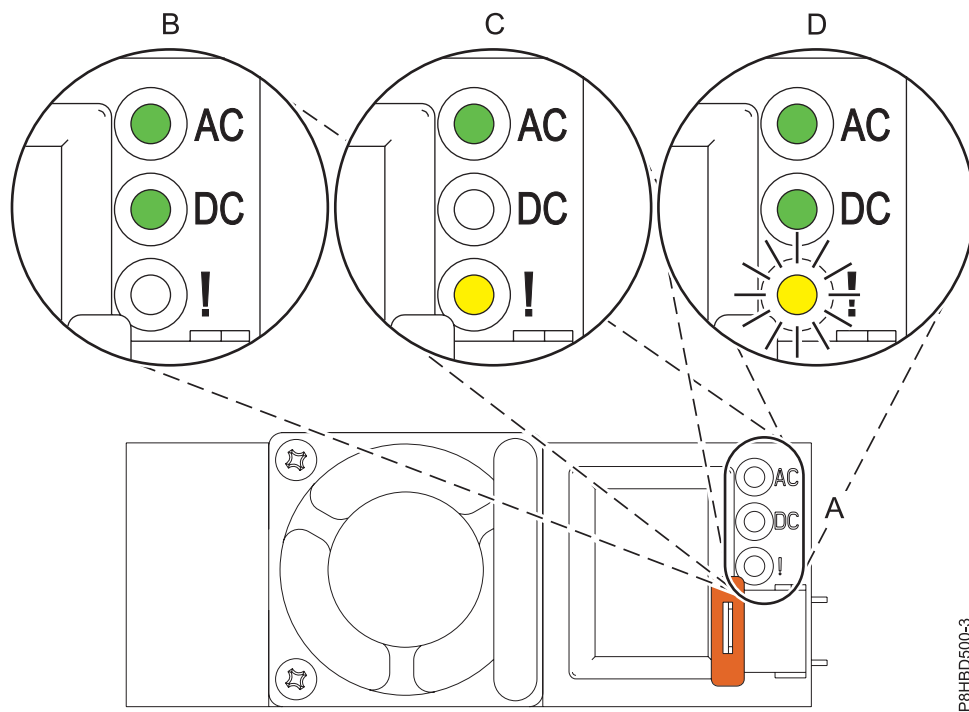

Figura 5. LED d'una font d'alimentació en funcionament i d'una que falla en un sistema muntat en bastidor
2. Si esteu extraient la font d'alimentació com a part d'un altre procediment de servei, aneu al pas següent. Si esteu prestant servei a una font d'alimentació que ha fallat, busqueu el LED ambre que intermitent de la font d'alimentació que ha fallat i que heu definit com intermitent al pas per identificar la peça que falla. Consulteu Figura 5 a la pàgina 6 i Figura 6 a la pàgina 7 on es mostra l'estat dels LED d'una font d'alimentació en funcionament i d'una que ha fallat. Fixeu-vos que la font d'alimentació que ha fallat té el LED d'encesa de CA **Engegat** (sòlid), el LED d'encesa de CC **Apagat** i el LED d'error de color groc **Intermitent**, tal com es mostra a **(C)** a la Figura 5 a la pàgina 6 i a la Figura 6 a la pàgina 7.
Atenció: Si la font d'alimentació està funcionant correctament, el LED d'encesa de CA i el LED d'encesa de CC estan **Encesos** (sòlid) i el LED d'error de color groc està **Apagat**, tal com es mostra a **(B)** a la Figura 5 a la pàgina 6 i a la Figura 6 a la pàgina 7. No intenteu extreure la font d'alimentació en funcionament.